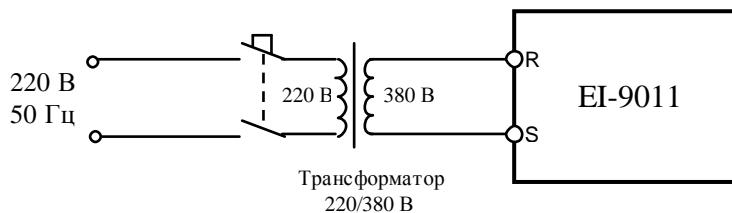

Рис. 4.9. Подключение ПЧ к сети 1ф 220В через трансформатор
Примечание: при проведении диагностики допустима подача силового напряжения 1ф 220В через повышающий трансформатор 220В/380В (п. 3.4.3), как показано на рис. 4.9.
- 4.10.3. Отсоединить разъем вентилятора от платы драйверов и проверить его вращение, подав напряжение =24 В от источника питания (п.3.4.2) между контактами +Упит и Общ (рис.4.9). При отсутствии вращения – вентилятор заменить (п. 5.3).
Примечание. Возможно проведение проверки на лампы при подаче питания на ПЧ через трансформатор (рис. 4.9).